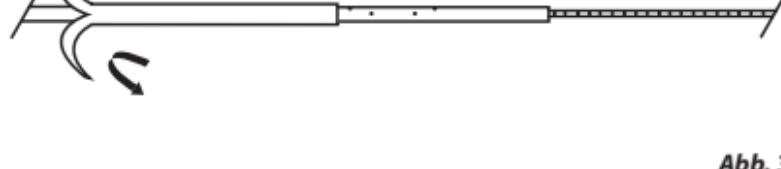

Abb. 3
- c) Nach dem ersten Vorschreiben des Katheters über den Führungsdräht die Einführhilfe für den Kathetervorschub zurückziehen und entfernen, indem die beiden Laschen auseinandergezogen werden. (Abb. 3)